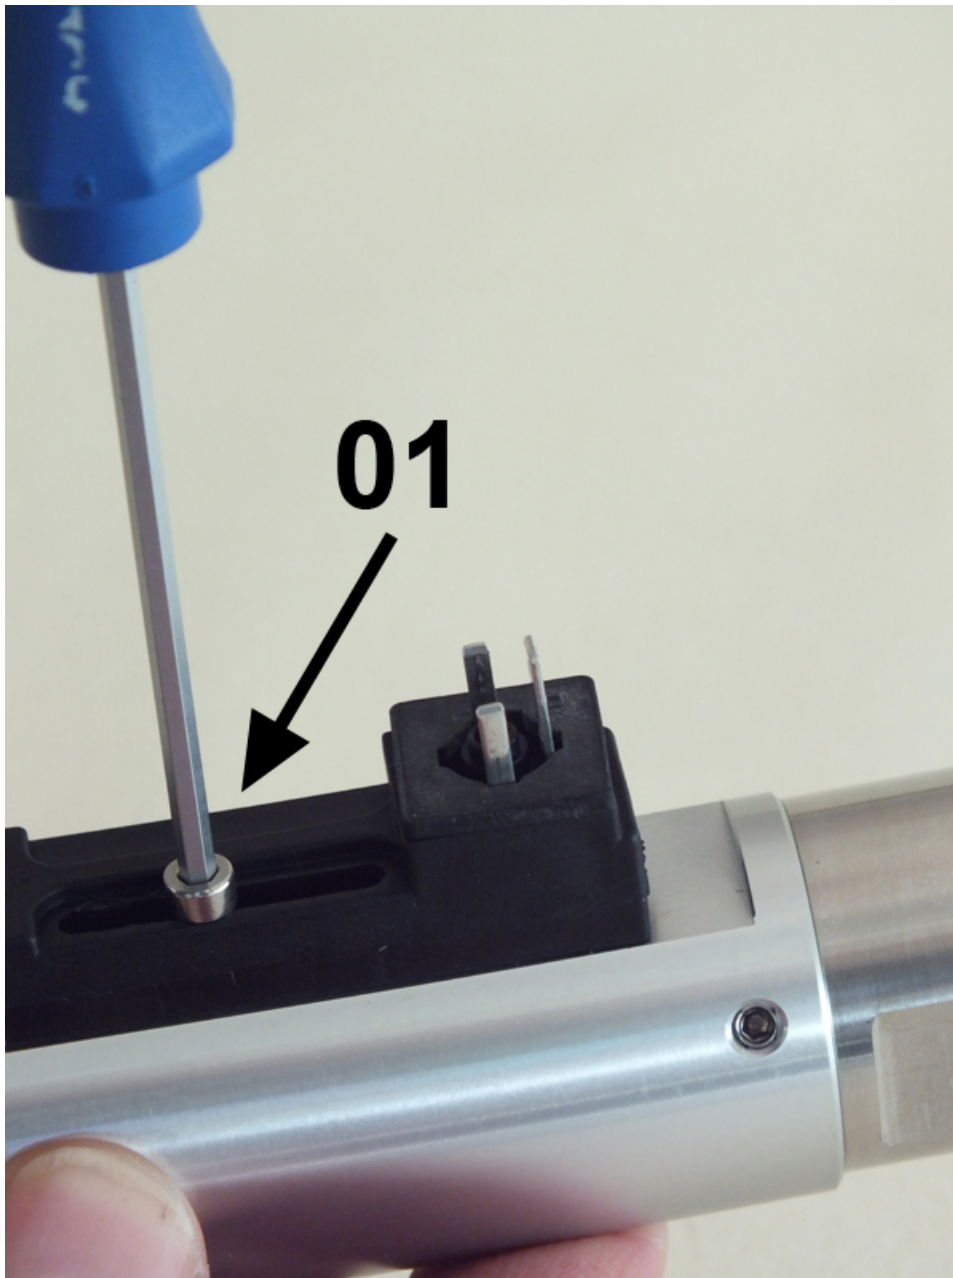

Abb. 55: Feststellschraube lösen
3.  Feststellschraube (Abb. 55/01) des Schaltkontaktes mit einem Sechskant-Schraubendreher herausdrehen und entfernen
7. Feststellschraube (Abb. 55/01) einführen und leicht anziehen damit sich der Schaltkontakt noch leicht verschieben lässt
9. Feststellschraube (Abb. 55/1) wieder festdrehen, dabei Schrauben-Anziehdrehmoment einhalten (→ Kapitel 11.1 „Anziehdrehmomente“ auf Seite 85)